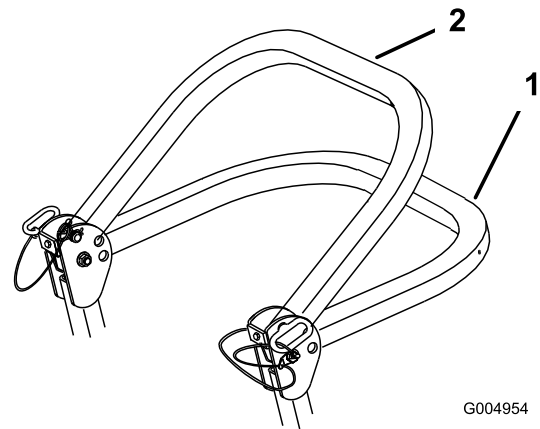

Figure 8
2. Abaissez l'arceau de sécurité à la position la plus basse. La position abaissée est à deux niveaux (voir Figure 8).